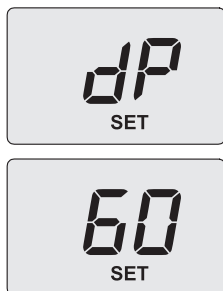

Figura 9.14
- Utilizzare i tasti 15 o 16, sul display LCD le lettere **dP** si alternano con il valore di temperatura dell'acqua di riscaldamento (es. **60**) e compare la scritta "**SET**", indicanti l'entrata nell'attivazione della "funzione spazzacamino" alla potenza massima in sanitario (Figura 9.14);